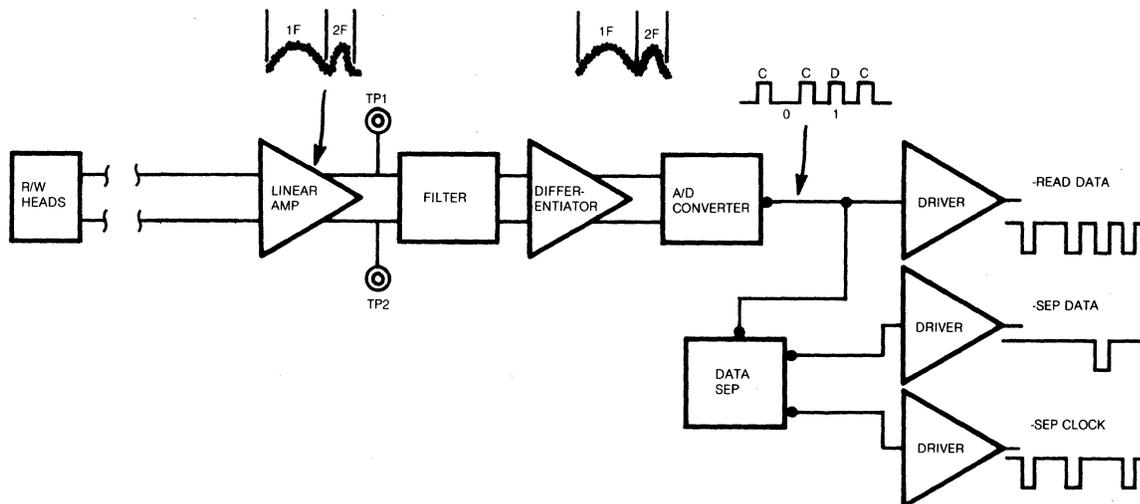

FIGURE 32. READ CIRCUIT FUNCTIONAL DIAGRAM
1.7.0 READ CIRCUIT OPERATION (FIGURE 32)